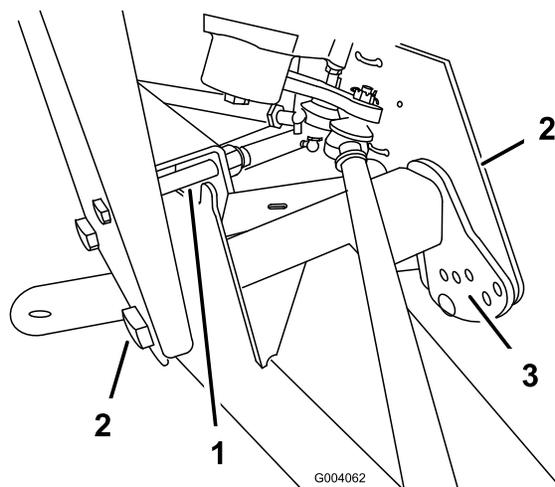

図 40
2. リミット・ボルトを外す (図 40)。
3. Aフレームのセンターリング・ボルトをゆるめる (図 40)。
4. 乗車高さ調整ボルトを外す (図 40)。
5. 前A アームを所望位置に回し (以下の注を参照)、乗車高さ調整ボルトを取り付ける (図 40)。
7. リミットボルトを元通りに取り付ける (図 40)。